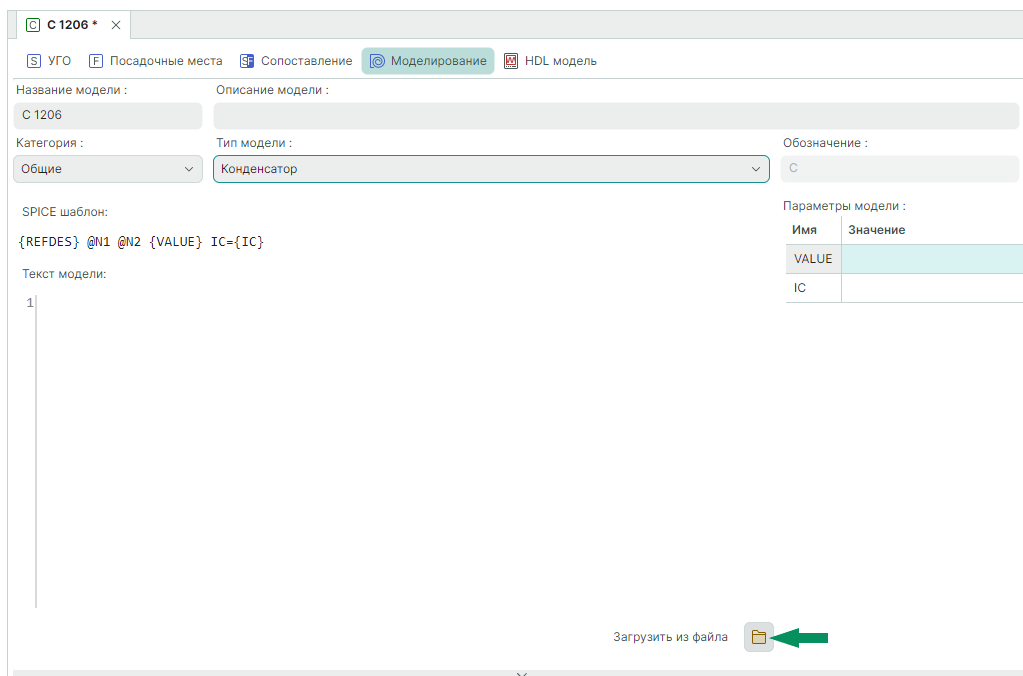

Рис. 22 Переход к загрузке файла SPICE-модели
4. Нажмите  «Загрузить из файла», см. Рис. 22.